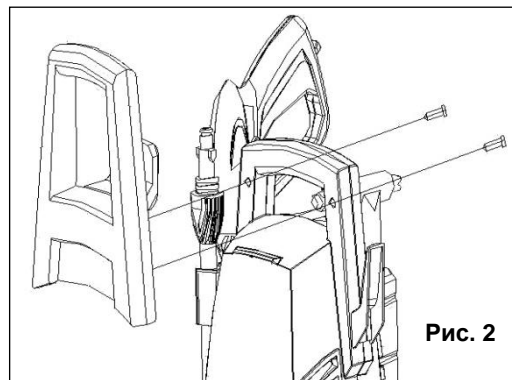

Рис. 2
- Зафиксируйте ручку двумя винтами (См. Рис.2).